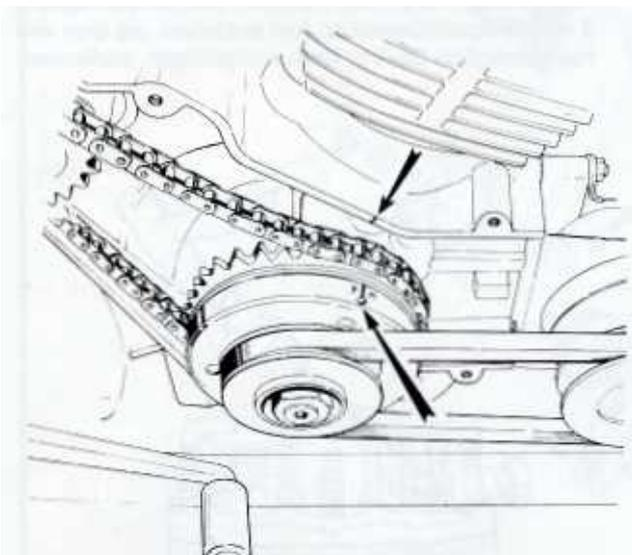
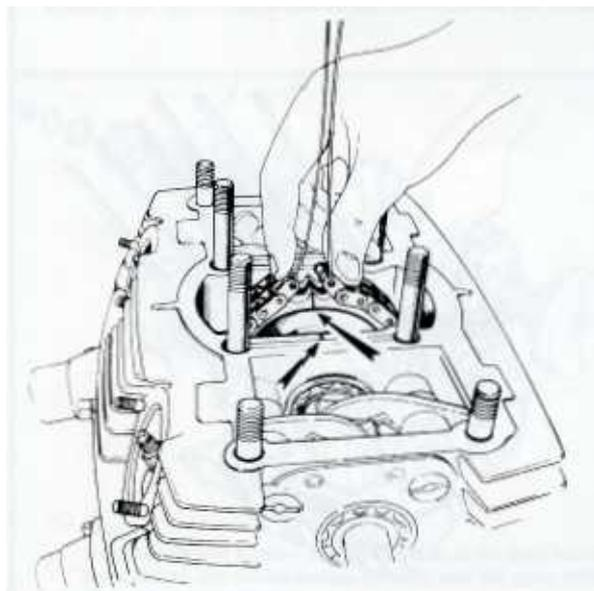

Bild 89
Bild 90
- Beide Enden der Steuerkette festhalten und die Kurbelwelle so drehen, dass die Marke PM am Anlasserfreilauf der Gehäusemarke gegenüberliegt (Bild 89). Eventuell muss man die Steuerkette lockern, damit die Kurbelwelle frei gedreht werden kann; dazu muss der Zylinder genau senkrecht stehen. Die Kettenenden nicht loslassen. Mit einem Helfer den Zylinderkopf vorsichtig aufsetzen und gleichzeitig die Steuerkette an den Drähten in den Zylinderkopf einziehen und um das Kettenrad legen. Den Zylinderkopf auf die Dichtung auflegen. Das Kettenrad der Nockenwelle so drehen, dass die Strichmarke an der rechten Seite mit der Gehäusemarke fluchtet, jedoch ohne die Steuerkette zu bewegen (Bild 90). Die Enden der Steuerkette so auf das Kettenrad legen, dass sie nur noch durch einen einzigen Zahn getrennt sind, der dann mit dem Kettenschloss überbrückt wird. Falls sich die Kettenenden nicht genügend nähern lassen, liegt der Zylinderkopf nicht richtig auf: er kann mit einem Hauthammer hinuntergeklopft werden. Den Kettenschacht sofort mit Lappen verschliessen, damit keine Teile hineinfallen können. Das Kettenschloss mit dem geschlossenen Ende der Schliessfeder in Laufrichtung einsetzen (Bilder 91, 92). Den Kettenspanner mit einer neuen Dichtung und sparsam aufgetragener Dichtmasse einbauen. Die Einstellschraube so locker als möglich einstellen. Die Einstellung der Ventilsteuerung nochmals prüfen: während die Marke am Anlasserfreilauf der Kurbelgehäusemarke gegenüberliegt, muss die Marke am Kettenrad der Nockenwelle der Marke am Zylinderkopf gegenüberliegen.